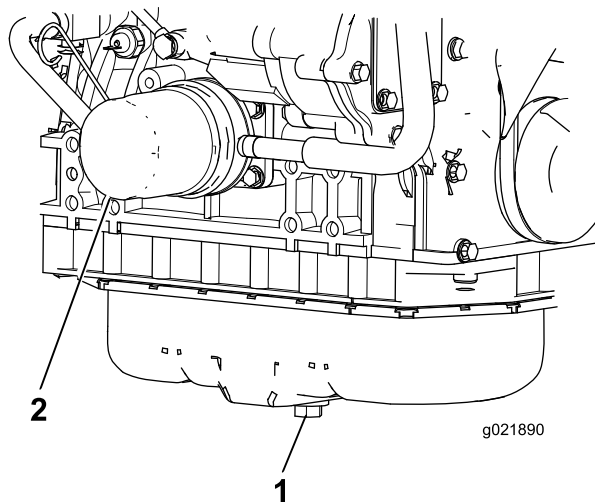

Bild 66
1. Entfernen Sie die Ablassschraube (Bild 66) und lassen Sie das Öl in die Auffangwanne ab. Schrauben Sie die Ablassschraube wieder ein, nachdem das Öl abgelassen ist.
2. Entfernen Sie den Ölfilter (Bild 66). Ölen Sie die neue Dichtung am Ölfilter leicht mit frischem Öl ein, bevor Sie den Filter eindrehen. **Ziehen Sie nicht zu fest.**